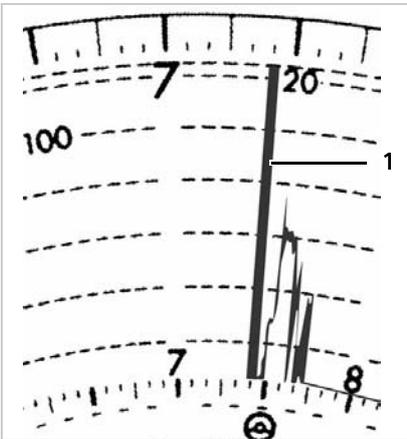
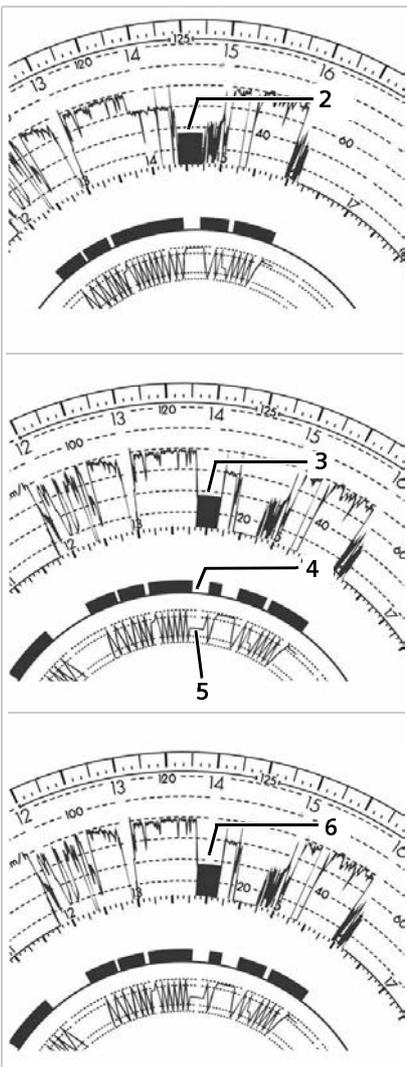

Abb. 69: Unterbrechung der Spannung
Abb. 70: Unterbrechung der Geberleitung
1. Unterbrochene Stromzufuhr, siehe Abb. 69:
- Bei wiederhergestellter Stromzufuhr zeichnet der Geschwindigkeits-Schreibstift kurz nach dem Anfahren einen dicken Strich (1) von der "Null-Linie" bis zum Endbereich auf das Schaublatt (beim KTCO 1318, dünner Strich).
2. Unterbrochene Impulsgeberleitung(en), siehe Abb. 70: